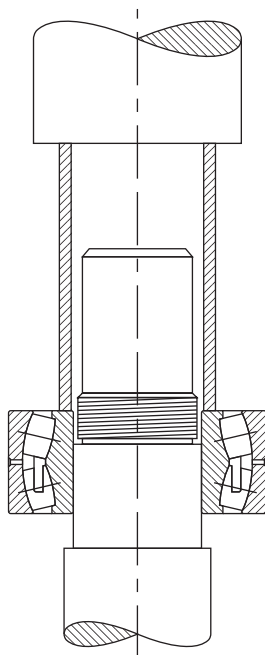

Fig. 17. Método de prensa de husillo
- Un método alternativo de montaje, que se utiliza, en general, solo para los tamaños más pequeños, es prensar el rodamiento sobre el eje o dentro de la caja. Se puede hacer con una prensa de husillo y un tubo de montaje, tal como muestra la Fig. 17.